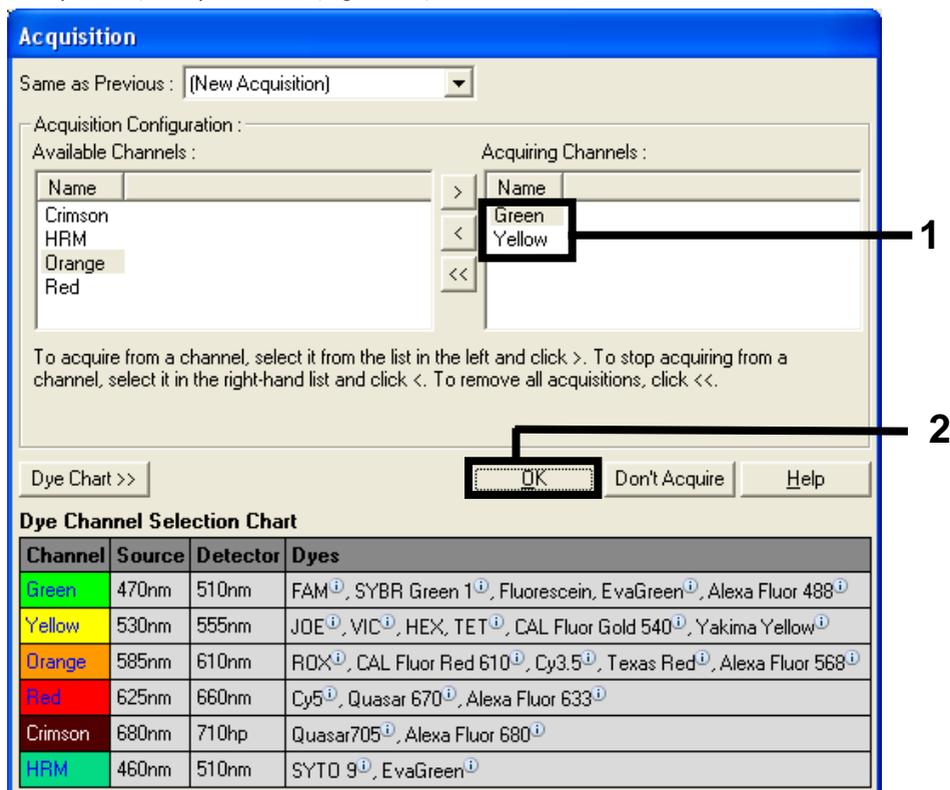

Figura 28. Adquirindo na etapa de ciclagem a 60 °C.
10. Na lista Available Channels (Canais disponíveis), selecione Green e Yellow e, em seguida, clique em > para movê-los para a lista Acquiring Channels (Canais de aquisição). Clique em OK (Figura 28).